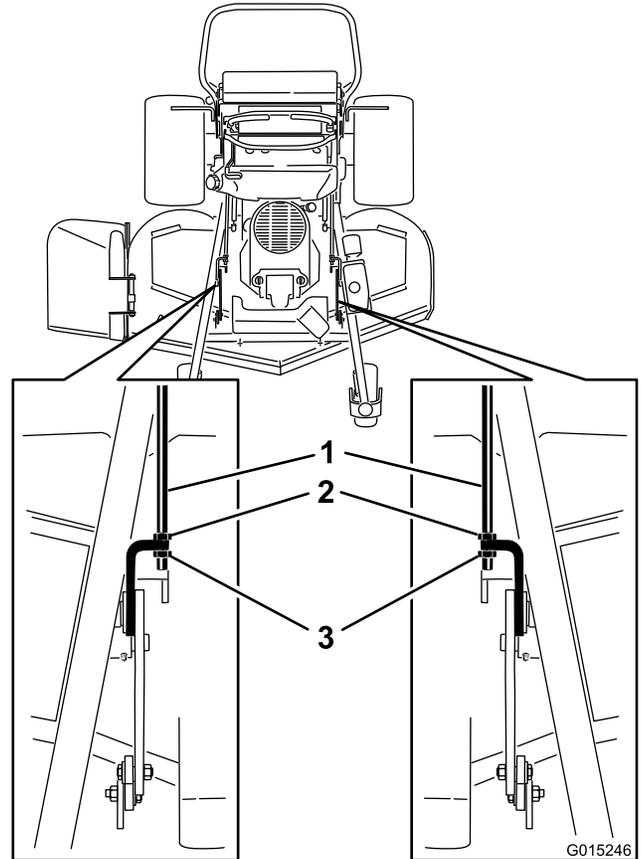

Figura 86
2. Afloje las tuercas delanteras y traseras de las varillas de ajuste (Figura 86).
3. El peso de la carcasa del cortacésped debe descansar sobre los tres listones de madera (Figura 86). El reborde trasero de la carcasa del cortacésped está
6. Si las dimensiones no son correctas, ajuste las tuercas delanteras y traseras en cada lado hasta obtener la inclinación longitudinal correcta (Figura 86).